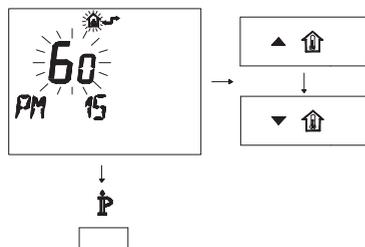

Fig. 5.34
- Modificare il SET programmato agendo sui pulsanti \blacktriangle \uparrow o \blacktriangledown \uparrow fino a visualizzare un **set di 60**, aspettare che il numero programmato cominci a lampeggiare (Fig. 5.34)